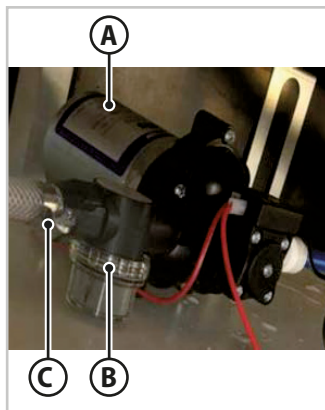

Fig.7.1 - Filtro esterno pompa acqua
3. Accedete alla pompa acqua (**A** - Fig.7.1) rimuovendo i cuscini dal divano della dinette e togliendo il coperchio del vano serbatoio dell'acqua potabile.
4. Svitare il raccordo in plastica (**C** - Fig.7.1) che collega il filtro al tubo di scarico.
5. Svitare il coperchio trasparente (**B** - Fig.7.1) del filtro ed estrarre il corpo filtrante.